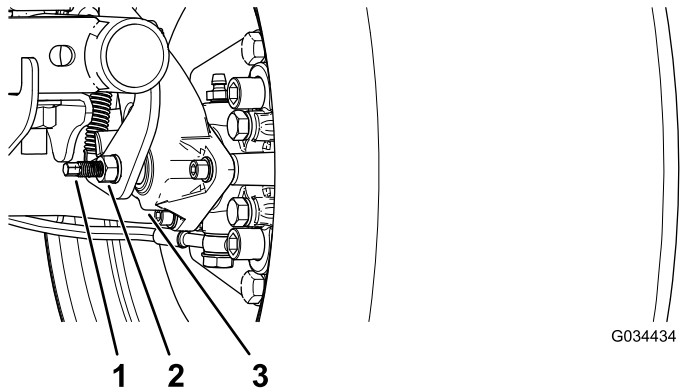

図 49
3. レンチを2本使用し、1本のレンチでキャリパの調整ポストが回らないように保持しながら、もう1本でジャムナットを1/4回転ゆるめる 図 49。
4. 調整ポストとジャムナットを保持した状態で、調整ポストを回して締め付ける 図 49。
5. 調整ポストとジャムナットを保持した状態で、1/4回転だけでもどす 図 49。
6. 調整ポストとジャムナットを保持した状態で、ジャムナットを締め付ける 図 49。